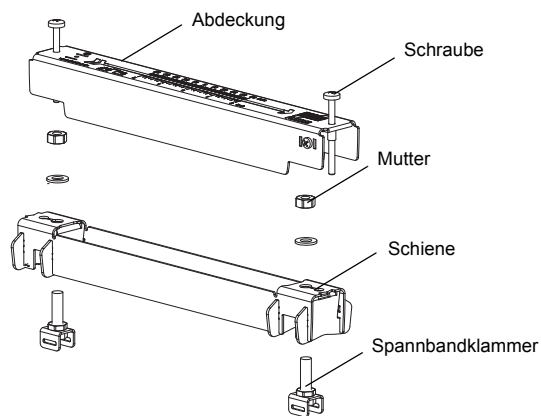

Abb. 9.6: Demontage von Variofix L
- Bauen Sie die Sensorbefestigung Variofix L auseinander (siehe Abb. 9.6).